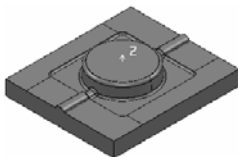

图 3-128 导入模型文件
- 2) 选择下拉菜单中的“文件”→“输入模型”命令,弹出“输入模型”对话框,选择“yanhuigang.dgk”(“随书光盘: \第3章\3.3\uncompleted\yanhuigang.dgk”)文件,单击“打开”按钮即可,如图3-128所示。